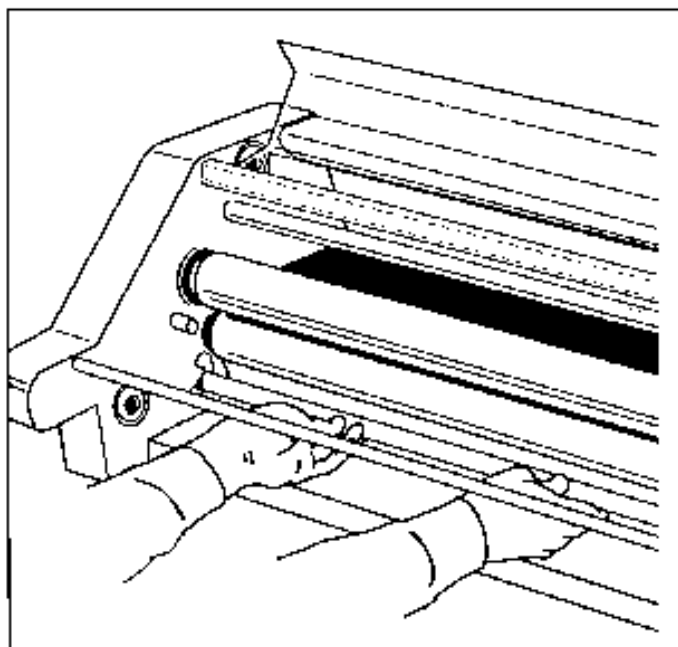

Fig. 11
1. Encienda el interruptor principal (I). Si el laminador ya está caliente, apague el interruptor principal (O) y deje que se enfríe la unidad. Después encienda nuevamente la máquina (I) y quite la plataforma de alimentación.
9. Lower the bottom idle bar. (Figure 11).
9. Lassen Sie die untere Foliennachse nieder (Abb. 11).
9. Laat de onderste vrijlooprol zakken (zie afb. 11).
9. Abaissez la barre de transfert inférieure (figure 11).